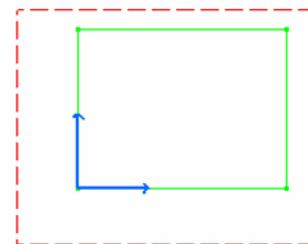

Fig.6. Dreptunghiul creat
- Se apasa **Enter** pentru crearea dreptunghiului (fig.6).